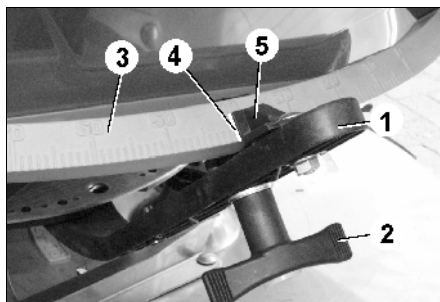

Рис. 30
Для нужной нормы внесения установите необходимое положение заслонки при помощи обоих рычагов (Рис. 30/1).
- Найдите необходимое положение шиберной заслонки на шкале (Рис. 30/3).
- Найдите необходимое положение шиберной заслонки на шкале (Рис. 30/2).
- Грань с делениями для считывания (Рис. 30/6) указателя переводного рычага (Рис. 30/5) установите на деление шкалы.
- Затяните барашковую гайку (Рис. 30/3).